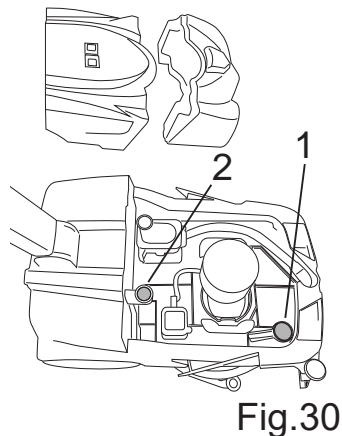

Fig.30
- Снимите фильтр и промойте его водой (рис. 30 - Rif. 1).
- Снимите фильтр и промойте его водой (рис. 30-Rif.2).